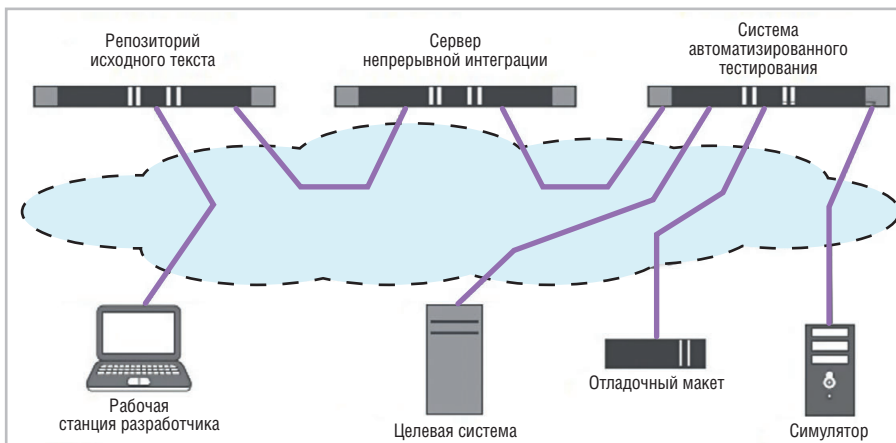

Рис. 4. Непрерывная интеграция
- **Используйте процесс непрерывной интеграции.** Поскольку в проектах по разработке встраиваемого ПО несколько групп зачастую работают параллельно над программными компонентами разного уровня, важно начать тестировать эти компоненты вместе как можно раньше и делать это как можно чаще. Вместо того чтобы откладывать интеграцию до конца цикла, необходимо проводить её непрерывно. Непрерывная интеграция (Continuous Integration – CI) является сопутствующей практикой TDD (рис. 4). Она подразумевает, что участники проекта регулярно интегрируют внесённые изменения и сохраняют их в системе управления версиями, после чего уже на интегрированном наборе модулей выполняется регрессивное тестирование. Обычно в Agile-командах серверы непрерывной интеграции настроены на автоматическую перекомпиляцию (rebuild) проекта по каждому факту внесения изменений (check-in), таким образом весь коллектив старается постоянно поддерживать систему работающей и поступательно развивающейся. Задержки интеграции влекут за собой увеличение числа проблем по мере того как подсистемы модифицируются и развиваются; регулярность позволяет избежать авральной интеграции в конце проекта, когда разработчики внезапно понимают, насколько они реально далеки от создания работающей системы. CI можно сперва реализо-